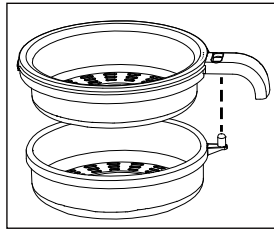

Fig. 1
- ◆ Eventualmente svolgere il cavo di allacciamento dall'avvolgicavo ⑫.
- ◆ Collocare la base ① su una superficie asciutta e piana.
- ◆ Assemblare il filtro ④/⑤. Unire le due parti in modo che il selettore ⑥ sporga attraverso la corrispondente apertura della parte superiore ④ (Fig. 1). Premere insieme le due parti fino ad innestarle.